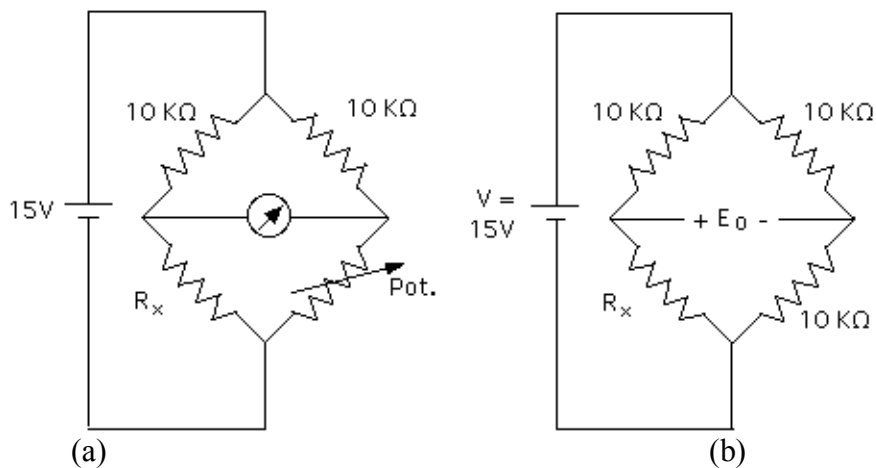

Figura 3.3.- Punte de Wheatstone
8.- Para el circuito mostrado en la Figura 3.3.a, el Punte de Wheatstone, explique su principio de funcionamiento, y deduzca la relación entre  $R_x$  y las otras resistencias del circuito cuando el puente está balanceado.
9.- Para el circuito mostrado en la Figura 3.3.b:
b) Indique cómo se conecta el amplificador de instrumentación del punto anterior a la salida del circuito de la Figura 3.3.b para obtener un medidor diferencial y diga cuál es la utilidad de esta conexión.
5.- Monte el circuito de la Figura 3.3.a y mida el valor real de las resistencias indicadas en el pre-laboratorio utilizando el método de detección de cero. Si emplea un potenciómetro como resistencia de ajuste, use el óhmetro para medir el valor de dicho potenciómetro, o utilice como resistencia variable una de las décadas de resistencias calibradas, en caso de que estén disponibles en el laboratorio.
7.- Monte el circuito de la Figura 3.3.b y conecte a su salida el amplificador de instrumentación. Mida la diferencia con respecto a 10k de las resistencias indicadas en el pre-laboratorio. Anote los resultados obtenidos en las tablas elaboradas en la Preparación. Incluya cualquier observación que juzgue de interés para explicar los resultados obtenidos.